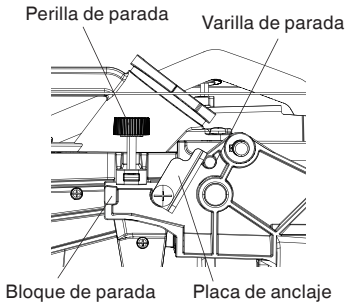

Fig. 19-a
- (1) Para ajustar el desplazamiento de ancho máximo del cabezal de corte, siga los pasos indicados a continuación: (Fig. 19-a)